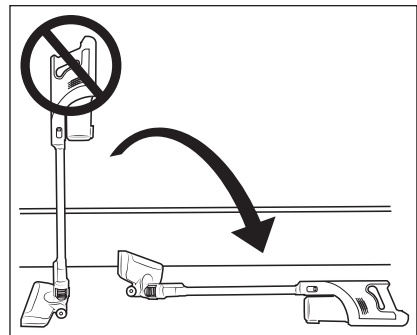

Abb. 9
- Versuchen Sie nicht den Staubsauger aufrecht hinzustellen, wenn Sie ihn zwischenzeitlich abstellen oder aus der Hand legen wollen. Setzen Sie den Staubsauger dafür in die Wandhalterung **17** oder legen Sie ihn auf den Boden (siehe Abb. 9 und 10). Der Staubsauger kann ansonsten aufgrund seines hohen Schwerpunkts umkippen und beschädigt werden und unter Umständen beim Umkippen weitere Gegenstände beschädigen.